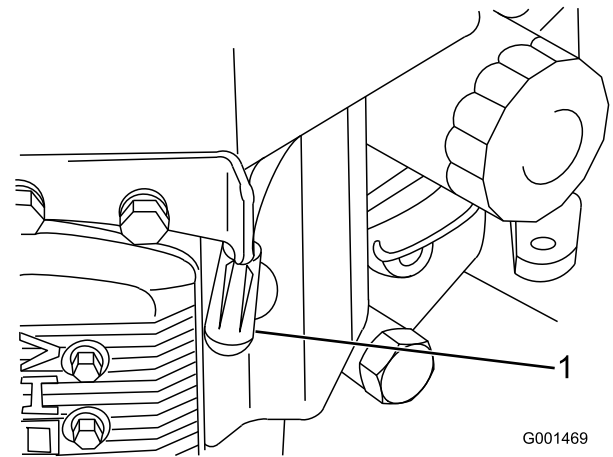

Figura 29
3. Desligue os fios das velas de ignição (Figura 29).